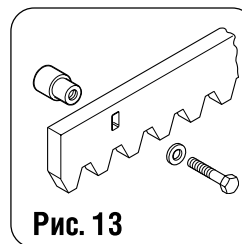

Рис. 13
4.4.1. ПРИВАРИВАЕМАЯ СТАЛЬНАЯ РЕЙКА (рис. 13)